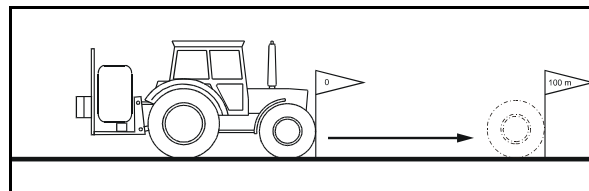

Fig. 44
2. Marcar el punto de partida y de llegada (Fig. 44).